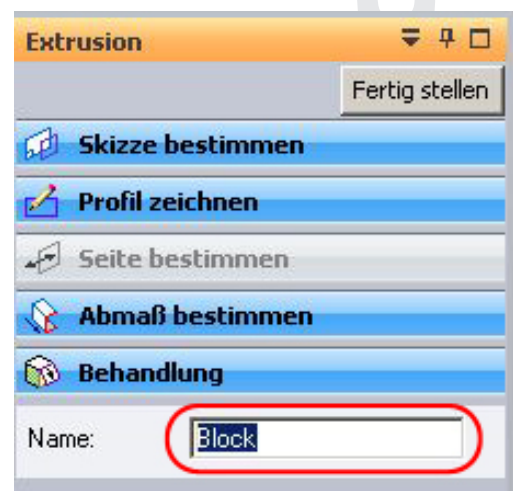

Abb. 15 Extrusion bezeichnen
26. Überschreiben Sie im Fensterbereich *-Extrusion-* den vorgeschlagenen Namen mit *-Block-* (Abb. 15) und klicken Sie auf *-Fertigstellen-* und *-Speichern-*.